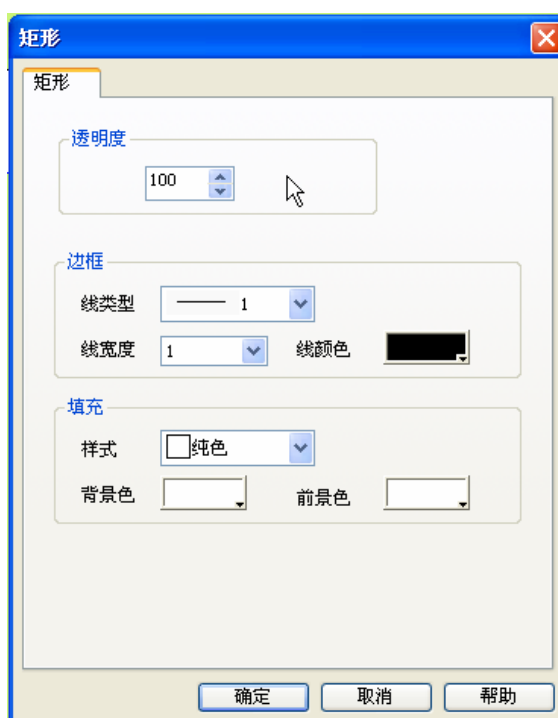

图 4-36 矩形属性对话框
- 完成以上步骤后，该矩形框的透明度，线类型，线宽度，线颜色，填充样式将以系统默认的进行设置，工程设计人员可以对这些属性进行修改，以满足工程的需要。鼠标移到矩形框上双击左键，或先选定矩形框，然后单击工具栏中的属性按钮 ，会弹出如下的矩形属性对话框。如图 4-36 所示：